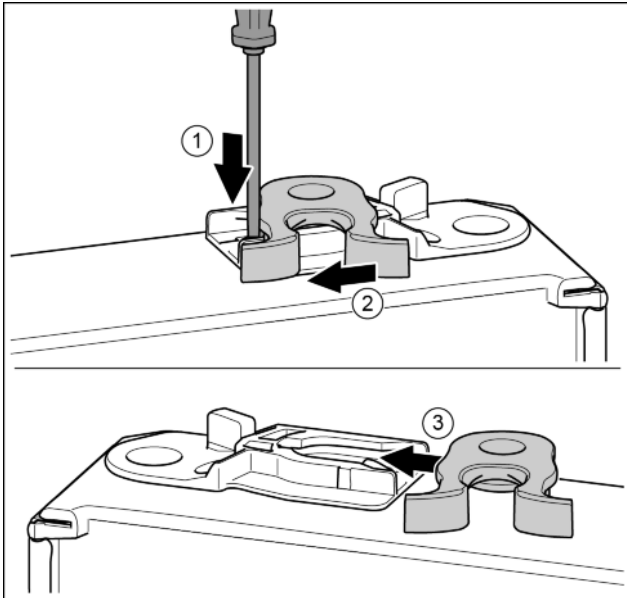

Fig. 17*
- ▶ Lasche mit Schlitzschraubendreher nach unten drücken. Fig. 17 (1)*
- ▶ Schließhaken aus Führung ziehen. Fig. 17 (2)*
- ▶ Schließhaken auf anderer Seite in Führung schieben. Fig. 17 (3)*